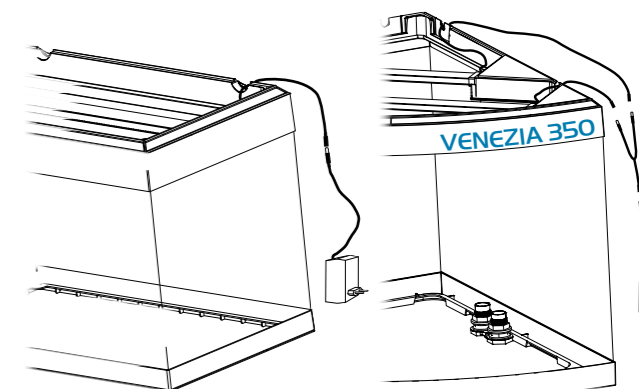

Abb. 9
- Verbinden Sie das Beleuchtungssystem mit dem Verbinder an dem LED-Treiber. Abb. 9 zeigt auch die Verbindung von 2 Beleuchtungssystemen mit einem einzigen LED-Treiber über einen Verteiler, wie es bei dem Venezia 350 Aquarium benötigt wird.